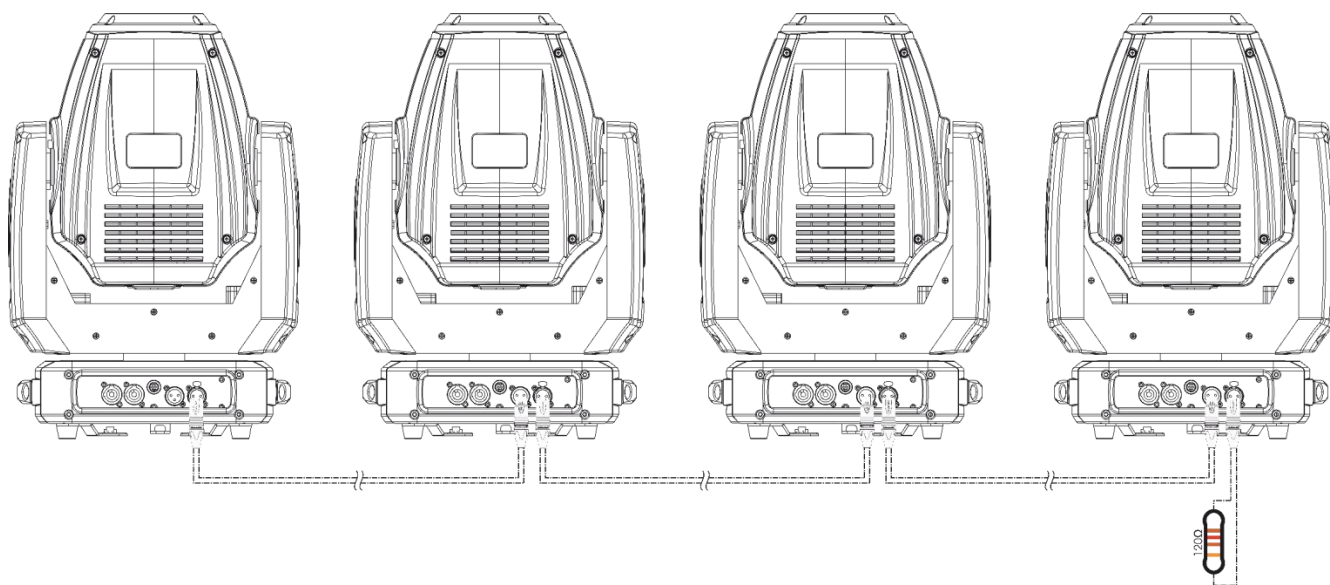

Fig. 09
- 06) Repita el paso 1 para todos los dispositivos como se indica en la Fig. 09. El primer dispositivo conectado se reconocerá automáticamente como el dispositivo maestro.